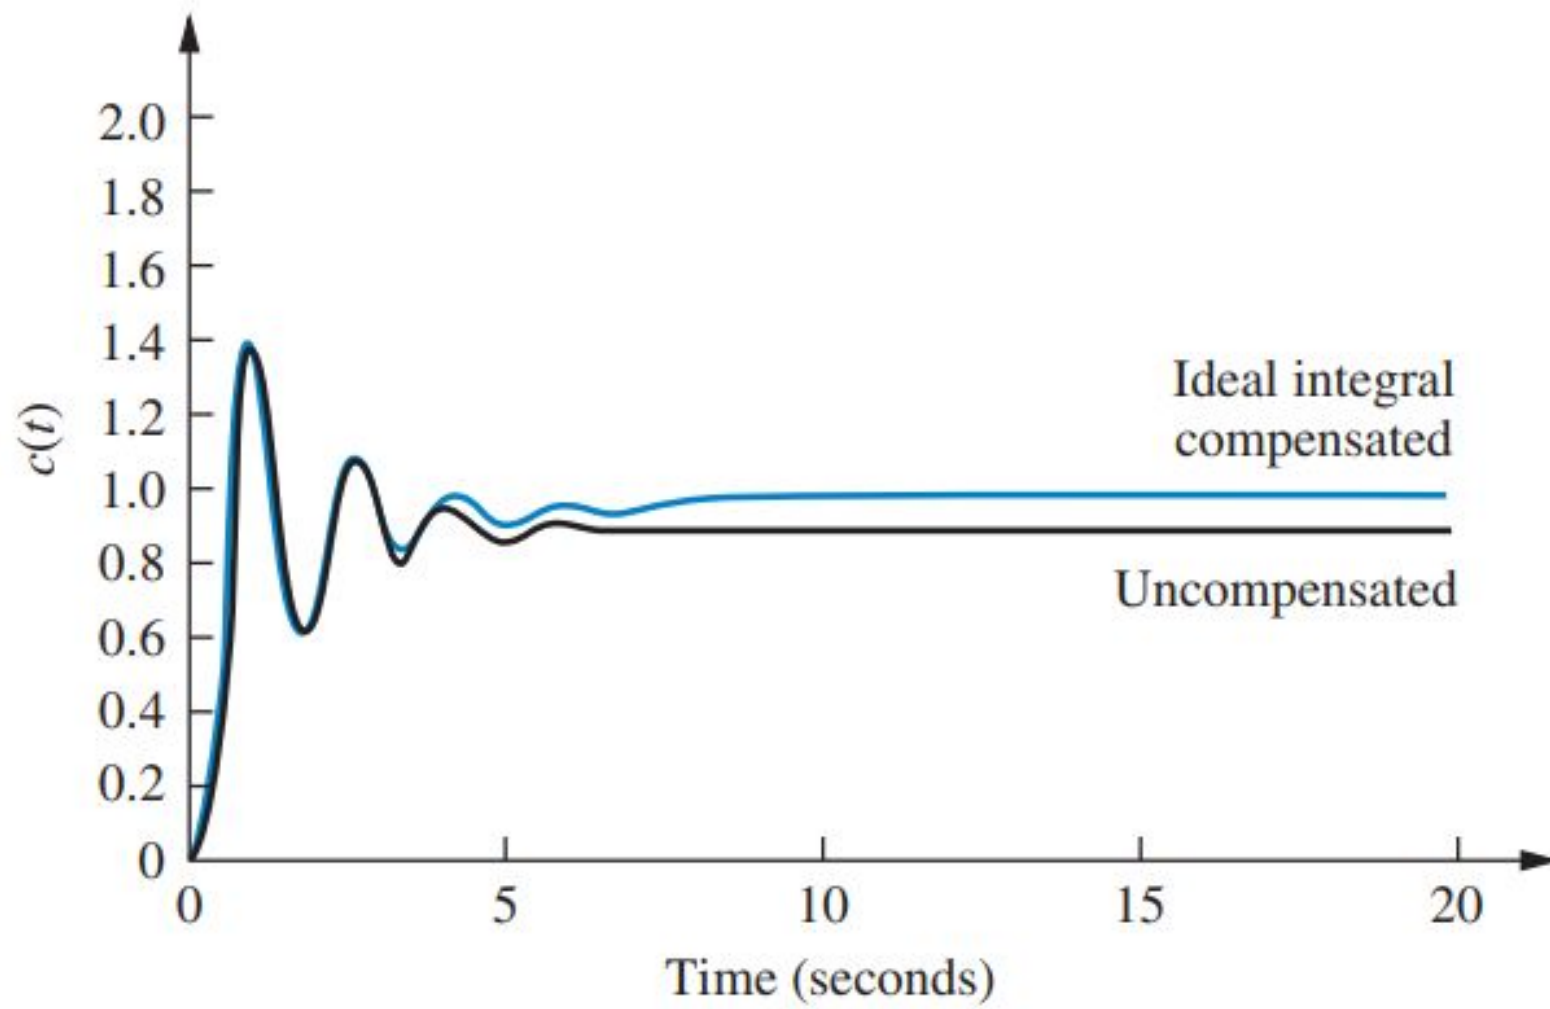

**FIGURA 9.4** Sistema em malha fechada para o Exemplo 9.1: **a.** antes da compensação; **b.** após a compensação integral ideal.
**PROBLEMA:** Dado o sistema da Figura 9.4(a), operando com um fator de amortecimento de 0,174, mostre que a adição do compensador integral ideal mostrado na Figura 9.4(b) reduz o erro em regime permanente a zero para uma entrada em degrau sem afetar significativamente a resposta transitória. A estrutura de compensação é escolhida com um polo na origem para aumentar o tipo do sistema e um zero em -0,1 próximo ao polo do compensador, de modo que a contribuição angular do compensador avaliada nos polos de segunda ordem dominantes originais seja aproximadamente zero. Assim, os polos de segunda ordem dominantes em malha fechada originais estão aproximadamente sobre o novo lugar geométrico das raízes.
**PROBLEMA:** Compense o sistema da Figura 9.4(a), cujo lugar geométrico das raízes é mostrado na Figura 9.5, para melhorar o erro em regime permanente por um fator de 10, caso o sistema esteja operando com um fator de amortecimento de 0,174.